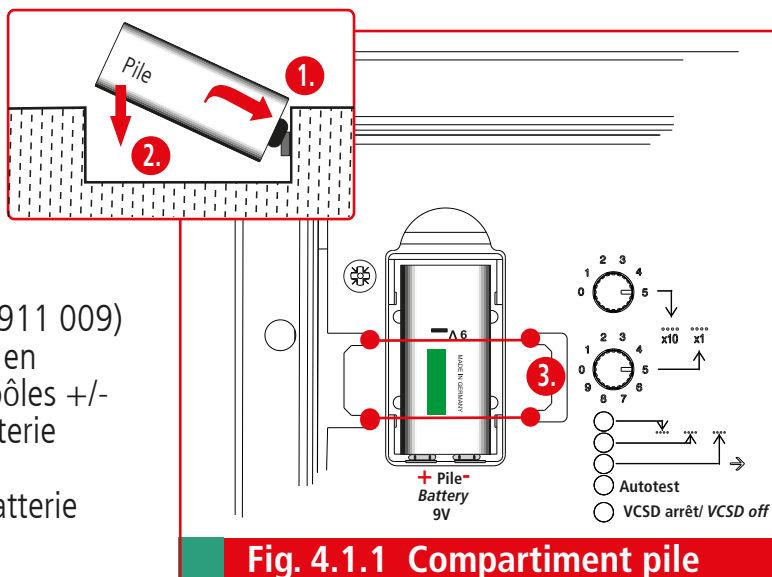

Fig. 4.1.1 Compartiment pile
- ➔ Pour enlever la pile, veuillez retirer en premier lieu le joint torique et extraire ensuite la pile en la basculant (prendre en compte la fig. 4.1.1, page 11).
VCSD est livré avec une batterie 9V (Ref. 911 009) dans le compartiment à piles. Avant mise en service enlevez la bande protectrice des pôles +/- de la batterie, insérez et connectez la batterie comme illustré à la figure 4.1.1.
Réattachez ③ l'anneau O pour fixer la batterie (voir Fig. 4.1.1).